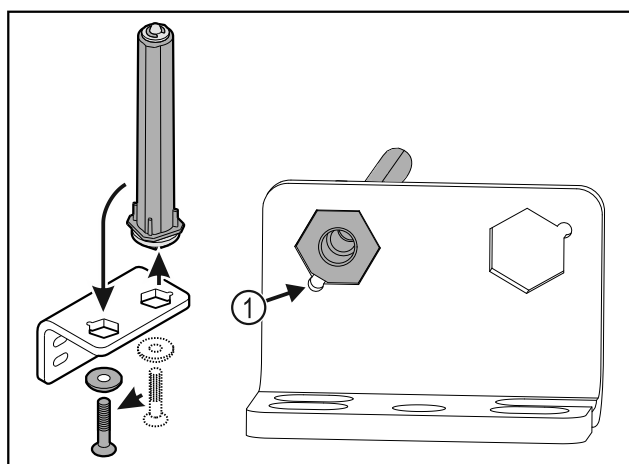

Fig. 37
- ▶ Zwrócić uwagę, aby podczas wkładania ścięcie sworznia Fig. 37 (1) było skierowane na okrągły otwór.